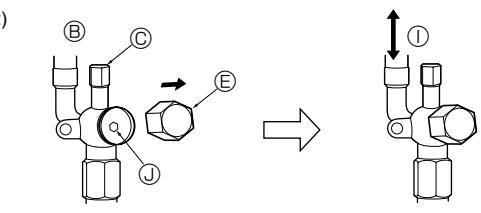
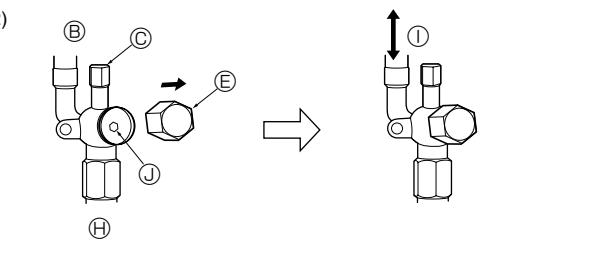

Fig. 5-8
Fig. 5-9
(1) Lado de gas (Fig. 5-8)
- ① Quite la tapa, tire de la manivela hacia usted y gire 1/4 de vuelta hacia la izquierda para abrir.
② Cerciórese de que la válvula de parada esté completamente abierta, empuje la manivela y enrosque la tapa en su posición original.
(2) Lado de líquido (Fig. 5-9)
- ① Abra la tapa y gire la varilla de válvula hacia la izquierda hasta su tope, utilizando una llave hexagonal de 4 mm [3/16"]. Deje de girar cuando llega al tope.
② Cerciórese de que la válvula de parada esté completamente abierta y enrosque la tapa en su posición original.